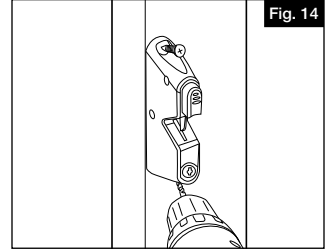

Fig. 14
- b. Alinee el cerrojo con los agujeros taladrados y fije al poste con dos tornillos de 1" (2,54 cm) (Fig. 14).